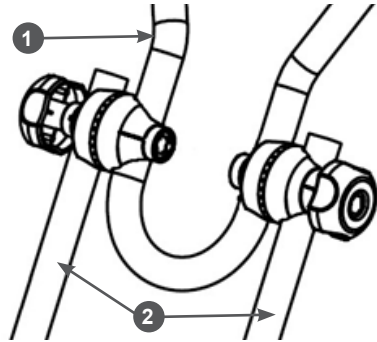

Рис. 6. Установка рабочих рукояток
- Установите на стойки 2 рабочие рукоятки 1 (Рис. 6).